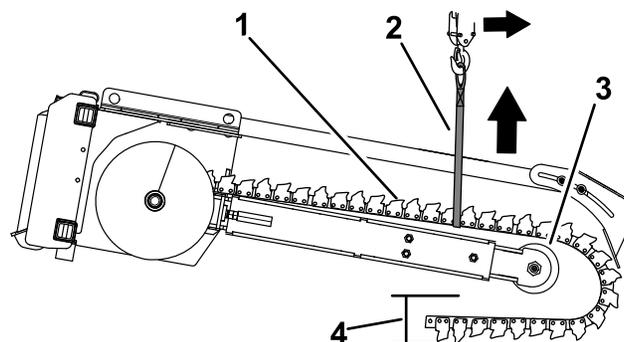

Рисунок 16
1. Опустите подъемное устройство так, чтобы конец землеройной цепи лежал на земле (Рисунок 16).
3. Запустите машину и опустите стрелу так, чтобы натяжное колесо было расположено на высоте от 31 до 36 см над землей (Рисунок 16).
6. Оберните подъемные стропы вокруг землеройной цепи в месте расположения натяжного колеса и присоедините стропу к подъемному устройству (Рисунок 16).
7. Поднимите подъемное устройство и снимите землеройную цепь со стрелы (Рисунок 16).